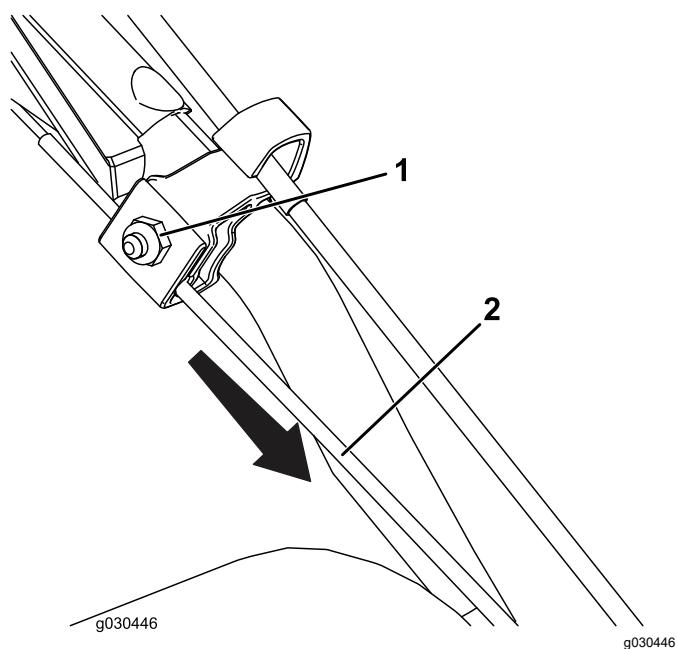

Рисунок 25
1. Ослабьте затяжку гайки верхнего зажима тросика, но не отворачивайте ее полностью (Рисунок 25).
2. Потяните тросик вниз, чтобы в значительной степени устраниТЬ его провисание (Рисунок 25).
3. Затяните гайку (Рисунок 25).